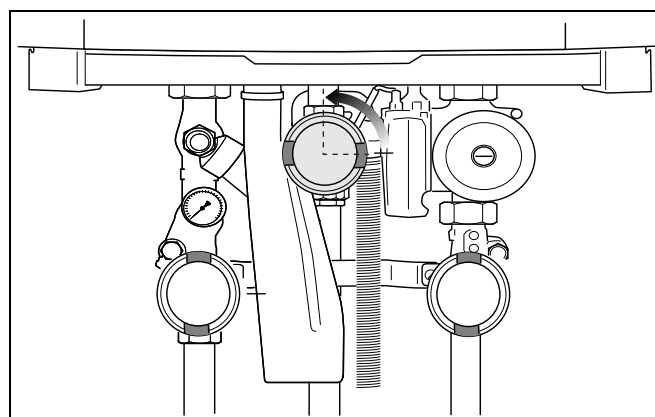

Fig. 119 Deschideți robinetul de gaz
- Deschideți încet robinetul de gaz. Pentru aceasta apăsați robinetul de gaz și rotiți $\frac{1}{4}$ de tura la stânga (fig. 119).